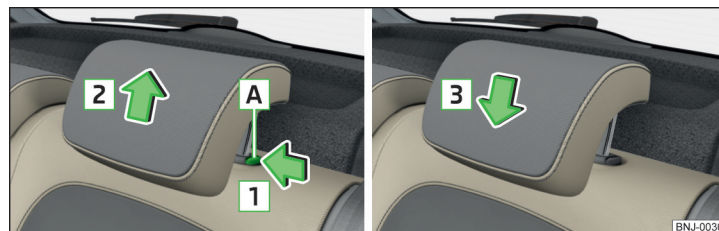

Fig. 74 Extraer/introducir el reposacabezas
- Mantener presionada la tecla de seguridad **A** en el sentido de la flecha **1** y retirar el reposacabezas en el sentido de la flecha **2** » fig. 74.